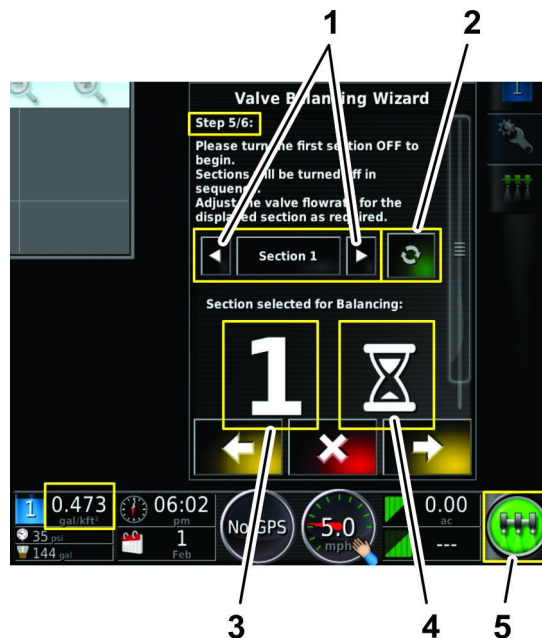

Рисунок 55
- Подождите, пока программное обеспечение GeoLink обработает операцию расхода (Рисунок 55).